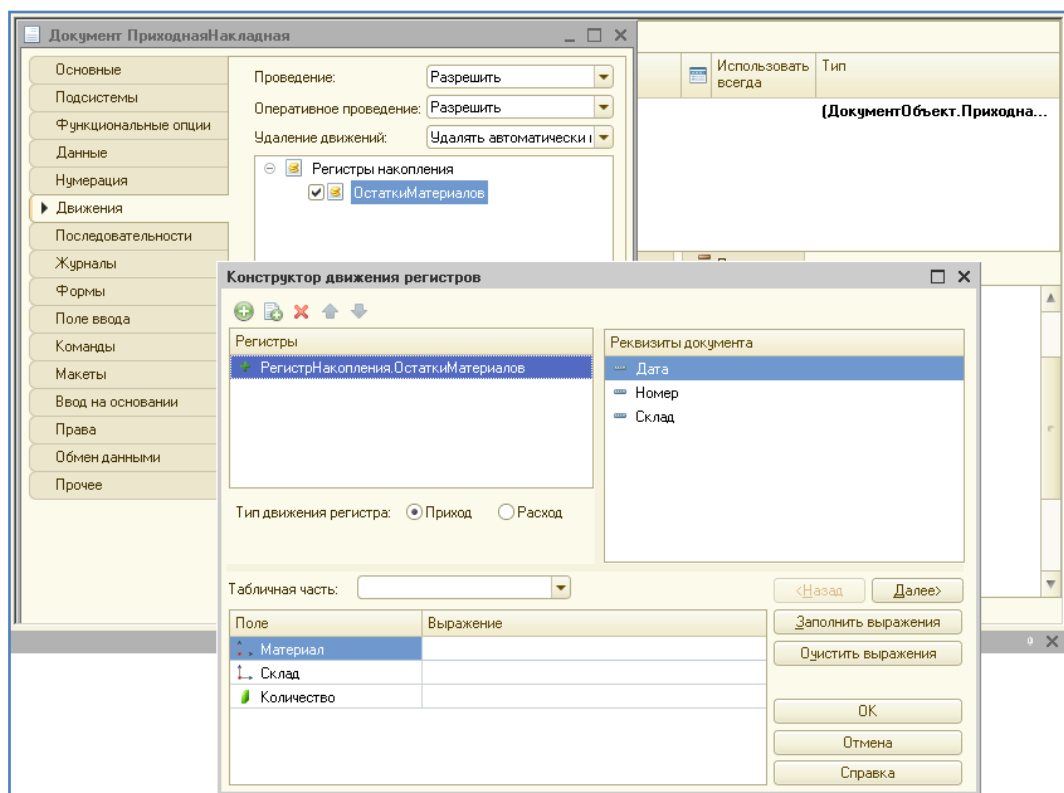

Рис. 13. Конструктор движений регистра *ОстаткиМатериалов*
4. Сразу же после этого будет доступен Конструктор движений. Вызвать Конструктор движений (рис. 13).